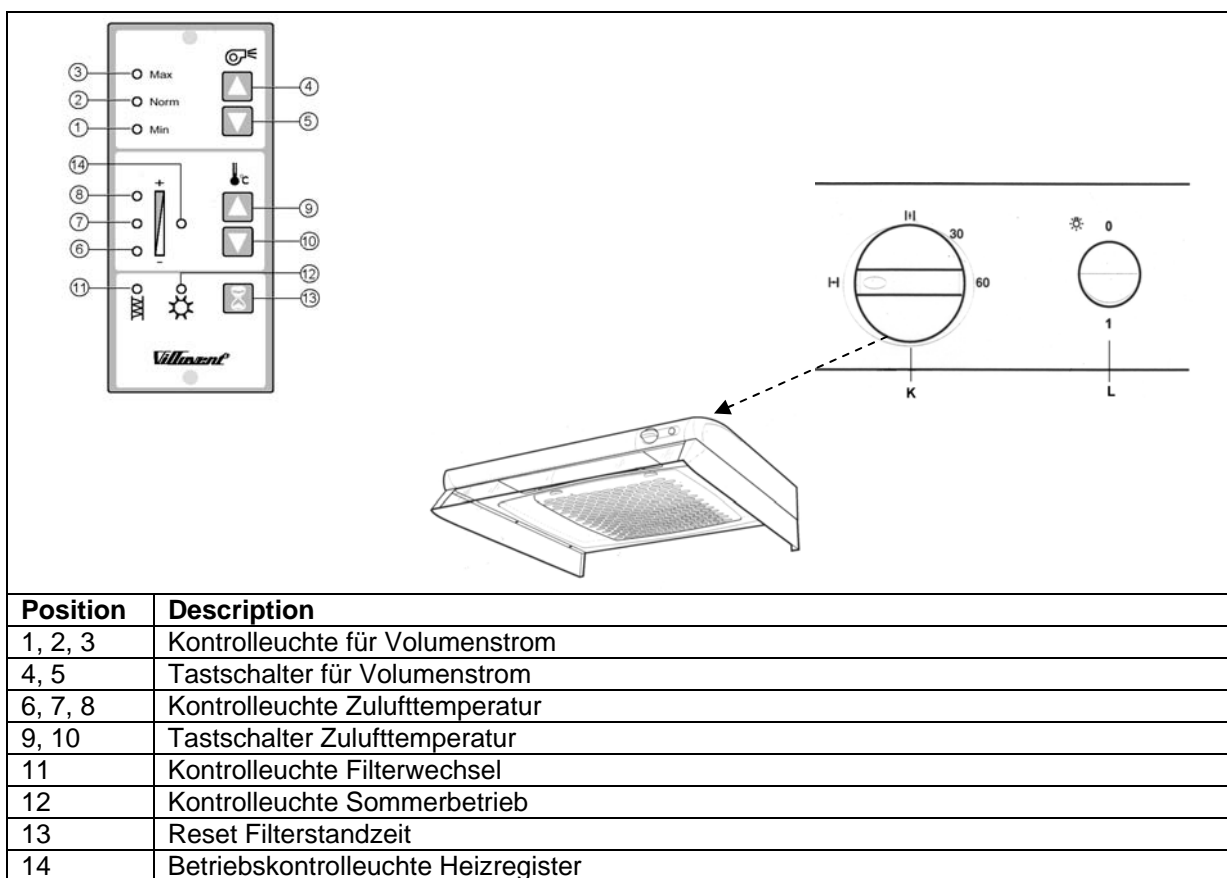

Fig 12
4. Stellen Sie die Standzeit der Filter (**Fig.12**) ein. Werkseitig sind 9 Monate eingestellt. Diese Einstellung ist zweckmäßig in Gegenden mit „normaler“ Außenluft. Bei verschmutzter Außenluft (Verkehr, Industrie) ist ein Filterwechsel alle 6 Monate ratsam. Bei guter Luftqualität genügt ein Wechsel alle 12 Monate. Spätestens beim 1. Filterwechsel kann die vorh. Luftqualität einschätzen. Bei stark verschmutztem Filter ist die Standzeit zu verkürzen, bei nur leicht verschm. Filter zu verlängern. Um die Standzeit zu verändern drücken Sie gleichzeitig die Tasten (13) + (9) oder (13) + (10). Die Einstellung ist gespeichert wenn die Lampe (14) blinkt und die folgende Lampe leuchtet :
- Lampe (6) für 6 Monate Standzeit (Wechselintervall)
- Lampe (7) für 9 Monate Standzeit
- Lampe (8) für 12 Monate Standzeit